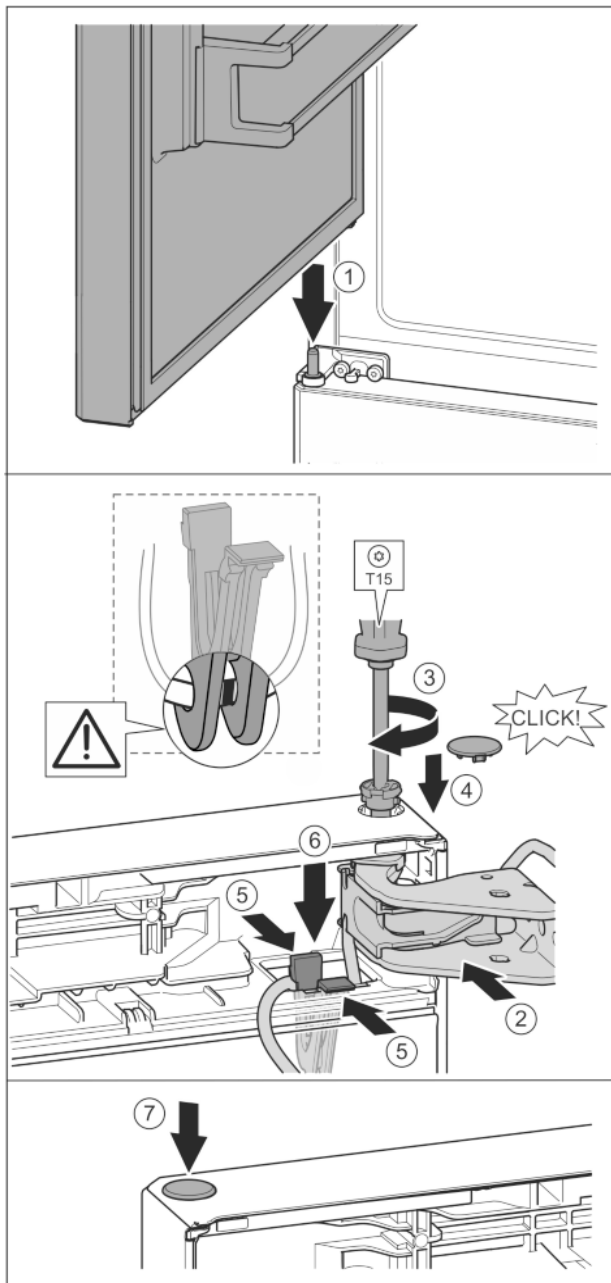

Fig. 41
- ▶ Założyć górne drzwi na środkowy sworzeń zawiasu. *Fig. 41 (1)*
- ▶ Wyrównać drzwi u góry względem otworu w płycie zawiasu. *Fig. 41 (2)*
- ▶ Założyć sworzeń i dokręcić śrubokrętem T15. *Fig. 41 (3)*
- ▶ Zamontować osłonę bezpieczeństwa w celu zabezpieczenia drzwi: Włożyć osłonę zabezpieczającą i sprawdzić, czy przylega ona do drzwi. Ponadto założyć cały sworzeń. *Fig. 41 (4)*
- ▶ Uchwyt z zamocowanym kablem umieścić w otworze. *Fig. 41 (5)*
- ▶ Uchwyt przycisnąć, aż nakładka zatrzśnie się. *Fig. 41 (6)*
- ▶ Założyć zatyczkę. *Fig. 41 (7)*